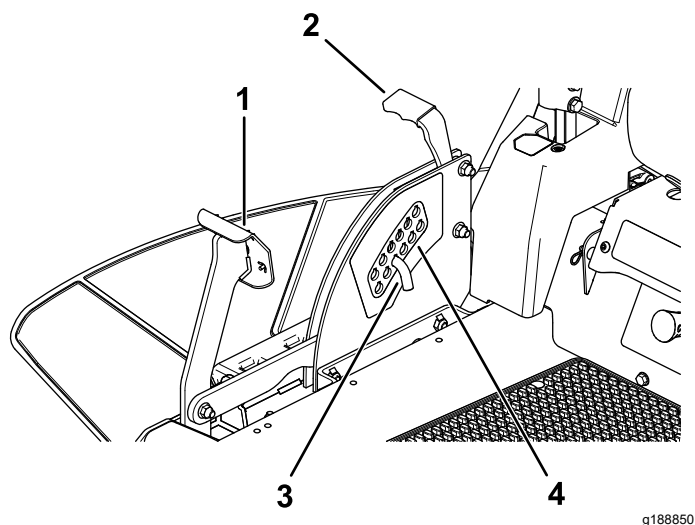

Figure 27
1. Appuyez sur la pédale de levage du tablier avec le pied et levez le tablier en position de verrouillage de transport (qui est aussi la position de hauteur de coupe de 114 mm [4,5 po]), comme montré à la Figure 27.
2. Pour changer la hauteur de coupe, retirez la goupille du support de hauteur de coupe (Figure 27).
3. Insérez la goupille dans le trou du système de hauteur de coupe correspondant à la hauteur de coupe voulue (Figure 27).